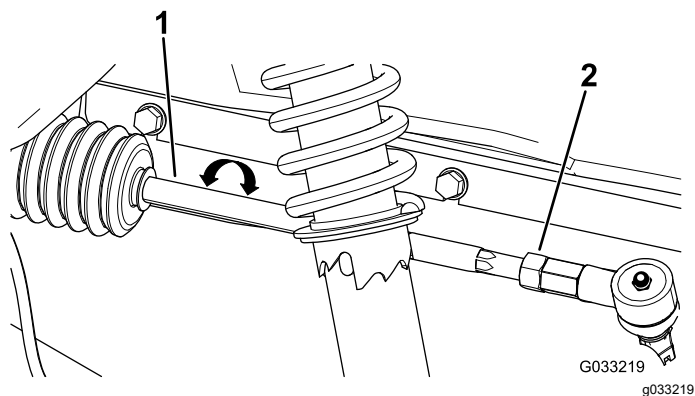

図 42
2. 前後の測定値の差が所定範囲 03 mm にならない場合は、タイロッドの外側端部にあるジャムナットをゆるめて調整を行う 図 42。